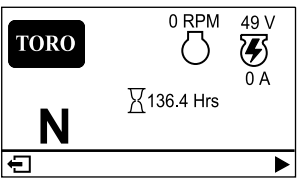

Figure 17
- **Écran d'information principal** (Figure 17) : il affiche les données actuelles de la machine quand la clé est à la position CONTACT.